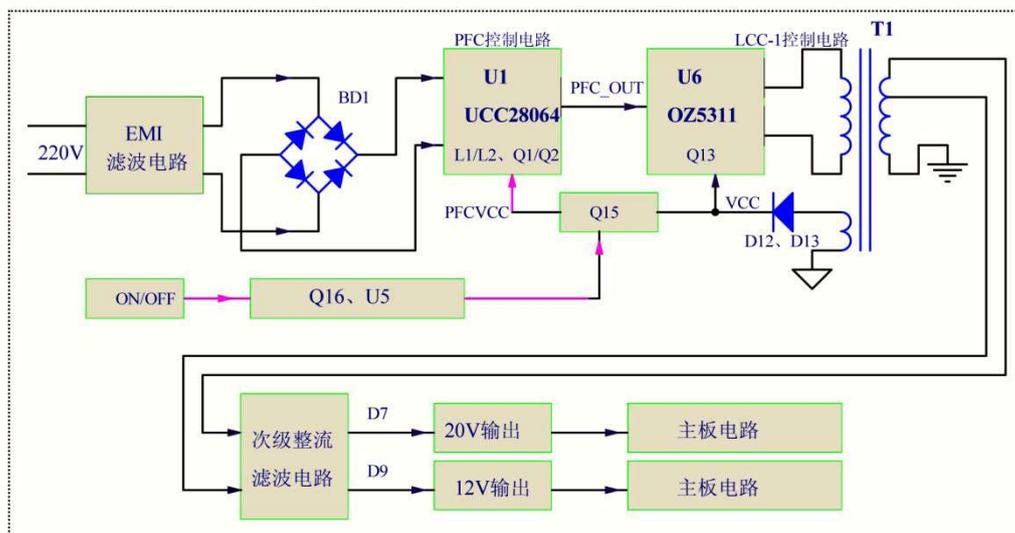

图2 创维 N030102-000055-103 电源之电源框图
如图2所示，本电源电路由EMI滤波、PFC和功率输出三部分电路组成：①、市电EMI滤波电路与整流滤波电路；②、PFC控制电路（由UCC28064外围和功率器件组成，它将经过整流桥堆的供电升至390V）；③、功率输出电路（由OZ5311外围和功率器件组成，给主板功放电路提供12V/20V供电）。